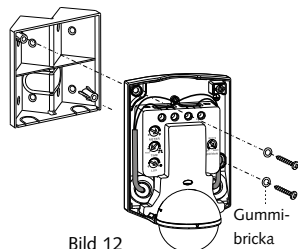

Bild 12
2. Gör hål i de markerade fördjupningarna för önskat skruvuttag (se bild 10), sätt sedan fast väggbeslaget på hörnet med träskruvar (se bild 11-A & bild 11-B). Se till att "UP" hamnar uppåt. Följ sedan väggmonteringen 1-3 för att ansluta nätkablarna och montera därefter den främre kåpan (se bild 12).